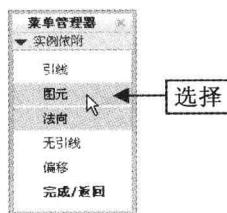

图 12-83 选择“图元”选项
Step 05 单击“打开”按钮，弹出“实例依附”菜单管理器，选择“图元”选项，如图 12-83 所示。